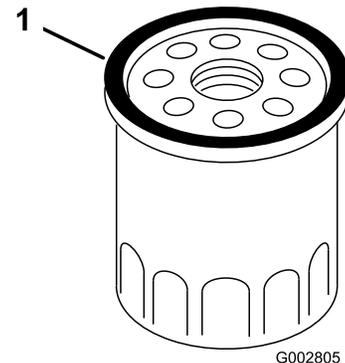

Bild 22
- Schmieren Sie mit dem Finger etwas Öl auf die Dichtung am neuen Filter (Bild 22).